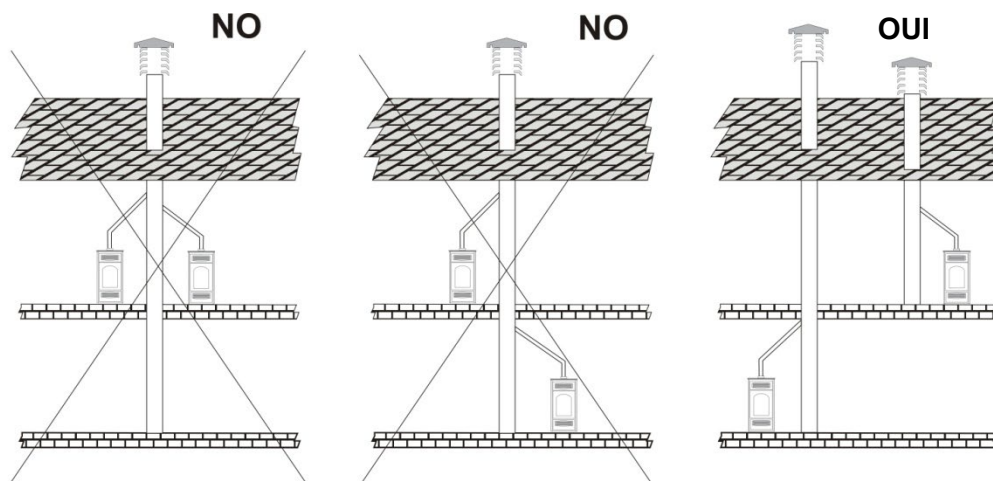

Fig 1
- Il ne doit pas être connecté à un autre foyer, poêle, chaudière ou hotte de quelque sorte que ce soit (Fig. 1).